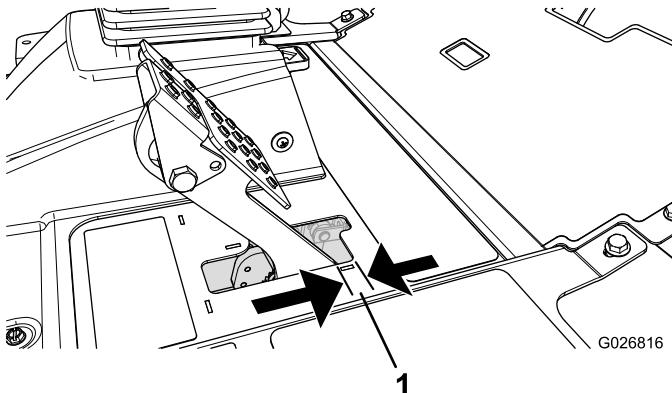

Figure 53
Réglez les freins si la garde à la pédale de frein est supérieure à 2,5 cm (Figure 53) ou si la force de maintien offerte est insuffisante. La garde est la distance parcourue par la pédale de frein avant que le freinage soit ressenti.
3. Serrez l'écrou arrière afin de pouvoir déplacer le câble en arrière jusqu'à obtention d'une garde de 6,3 à 12,7 mm (Figure 53), avant le blocage des roues.